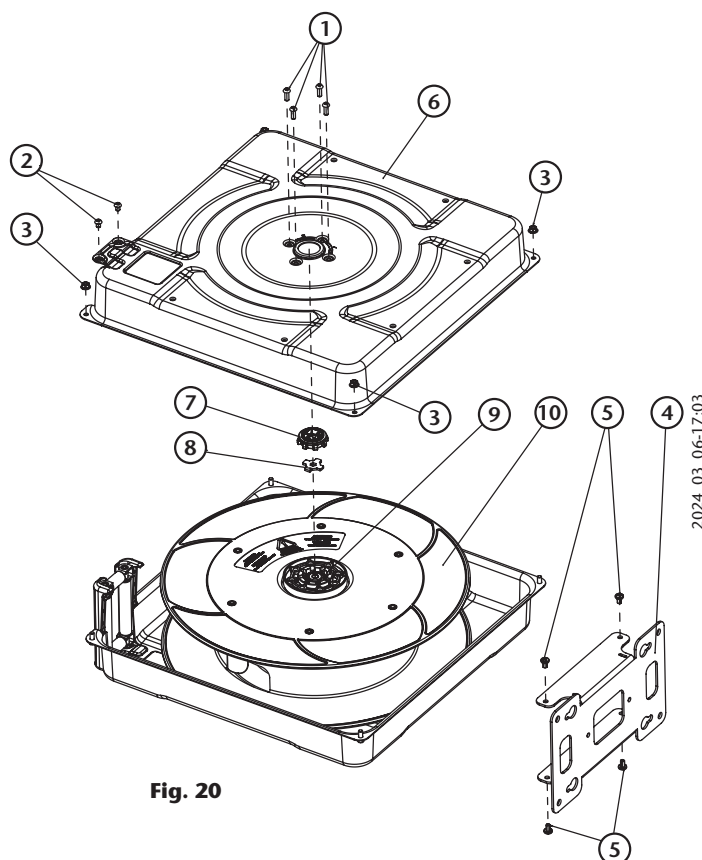

Fig. 20
(fig. 20) peut être endommagée. Comme indiqué dans les sections correspondantes, veillez à retirer toutes les vis (5) (fig. 8) avant de forcer avec la clé (1) (fig. 9) sur la partie plastique de la pré-tension (3) (fig. 8).
8. Il est maintenant nécessaire de retirer le côté de la coque en enlevant les vis (1) (fig. 20).
9. Retirez les deux vis (2) (fig. 20) sur le côté de la sortie du tuyau.
10. Retirez la base (4) (fig. 20) en desserrant les vis (5) (fig. 20).
11. Retirez les vis (3) (fig. 20) qui relient les deux carénages. Vous pouvez maintenant retirer le côté de la coque (6) (fig. 20) pour accéder à la pièce de pré-tension (7 & 8) (fig. 20).
12. Remplacez la pièce de pré-tension (7) (fig. 20) et sa plaque intérieure (8) (fig. 20) par des pièces neuves. Assurez-vous que la plaque métallique est bien emboîtée à l'intérieur de la partie en plastique, avant de mettre l'ensemble en position dans le support à ressort (9) (fig. 20).
13. Remontez les composants dans l'ordre inverse, en positionnant le boîtier (6) (fig. 20) et en le fixant avec les vis (3) (fig. 20).
14. Remontez la base (4 & 5) (fig. 20), et les vis (2) (fig. 20) de la sortie du tuyau.